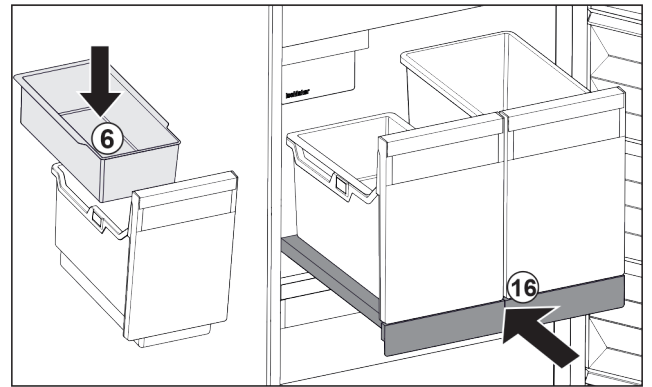

Fig. 91
- ▶ Włożyć półkę zawieszoną Fig. 91 (6) na kostki lodu.
- ▶ Wsunąć wysuwającą półkę z pojemnikiem (IceTower). Fig. 91 (16)